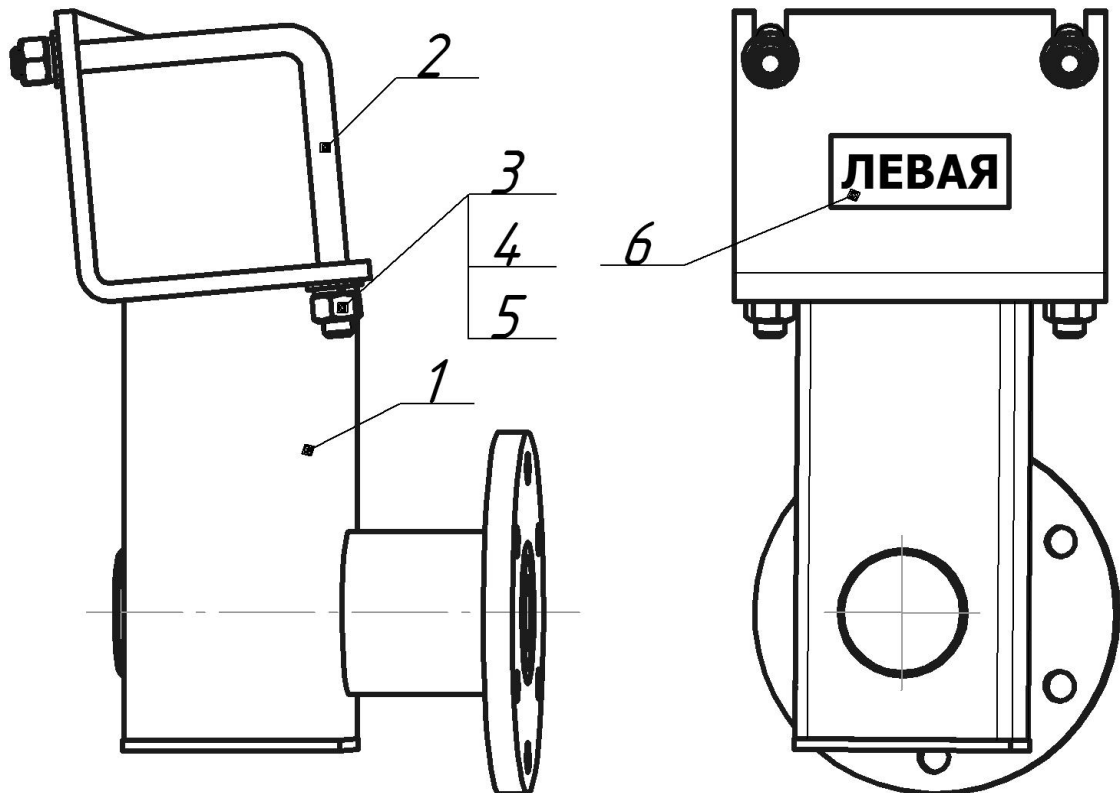

Рис.7. Кронштейн в сборе (левый)
2.2.6 Кронштейн левый (см.рис.7) состоит из кронштейна левого-1, хомута-2, гайки-3, шайб-4 и 5. Кронштейн в сборе (левый) устанавливается на балку левую с помощью хомута-2 и обеспечивает угол наклона колеса в сборе (см.рис.5) в вертикальной и горизонтальной плоскостях. На кронштейне имеется этикетка-6 ("левая") для облегчения сборки бороны.